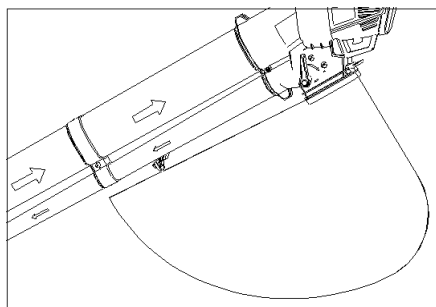
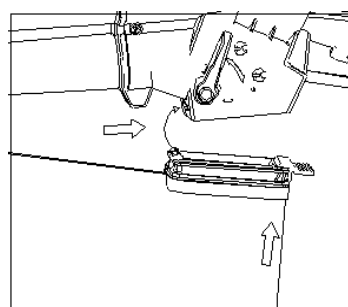

Fig. 7
Fig. 8
3. Montaggio del sacco di raccolta detriti (Fig. 7 e Fig. 8)
Tenere il gancio del sacco di raccolta sul tubo (vedere la Fig. 7), quindi individuare la staffa del sacco di raccolta detriti per inserire il tubo della curva (vedere la Fig. 8).
Selezionare la funzione di soffiaggio con la leva di selezione sul lato della macchina (fig. 7) e accenderla. Posizionare la macchina sulle rotelle e spostarla in avanti con l'estremità del tubo rivolta verso i detriti da rimuovere.
Prima di iniziare, ispezionare l'area da pulire. Rimuovere tutti i detriti e gli oggetti che possono essere lanciati, incastrati o impigliati nell'aspiratore/soffiatore. Selezionare la funzione di aspirazione con la leva di selezione sul lato della macchina (Fig. 7) e accenderla. Posizionare la macchina sulle rotelle e spostarla in avanti con l'estremità del tubo verso i detriti da aspirare. In alternativa, è possibile tenere l'estremità del tubo appena sopra il pavimento e farlo oscillare da un lato all'altro mentre si avvanza, puntandolo verso i detriti da aspirare. Non spingere l'estremità del tubo in mezzo ai detriti per non intasare il tubo di aspirazione e ridurre l'efficienza dell'unità.